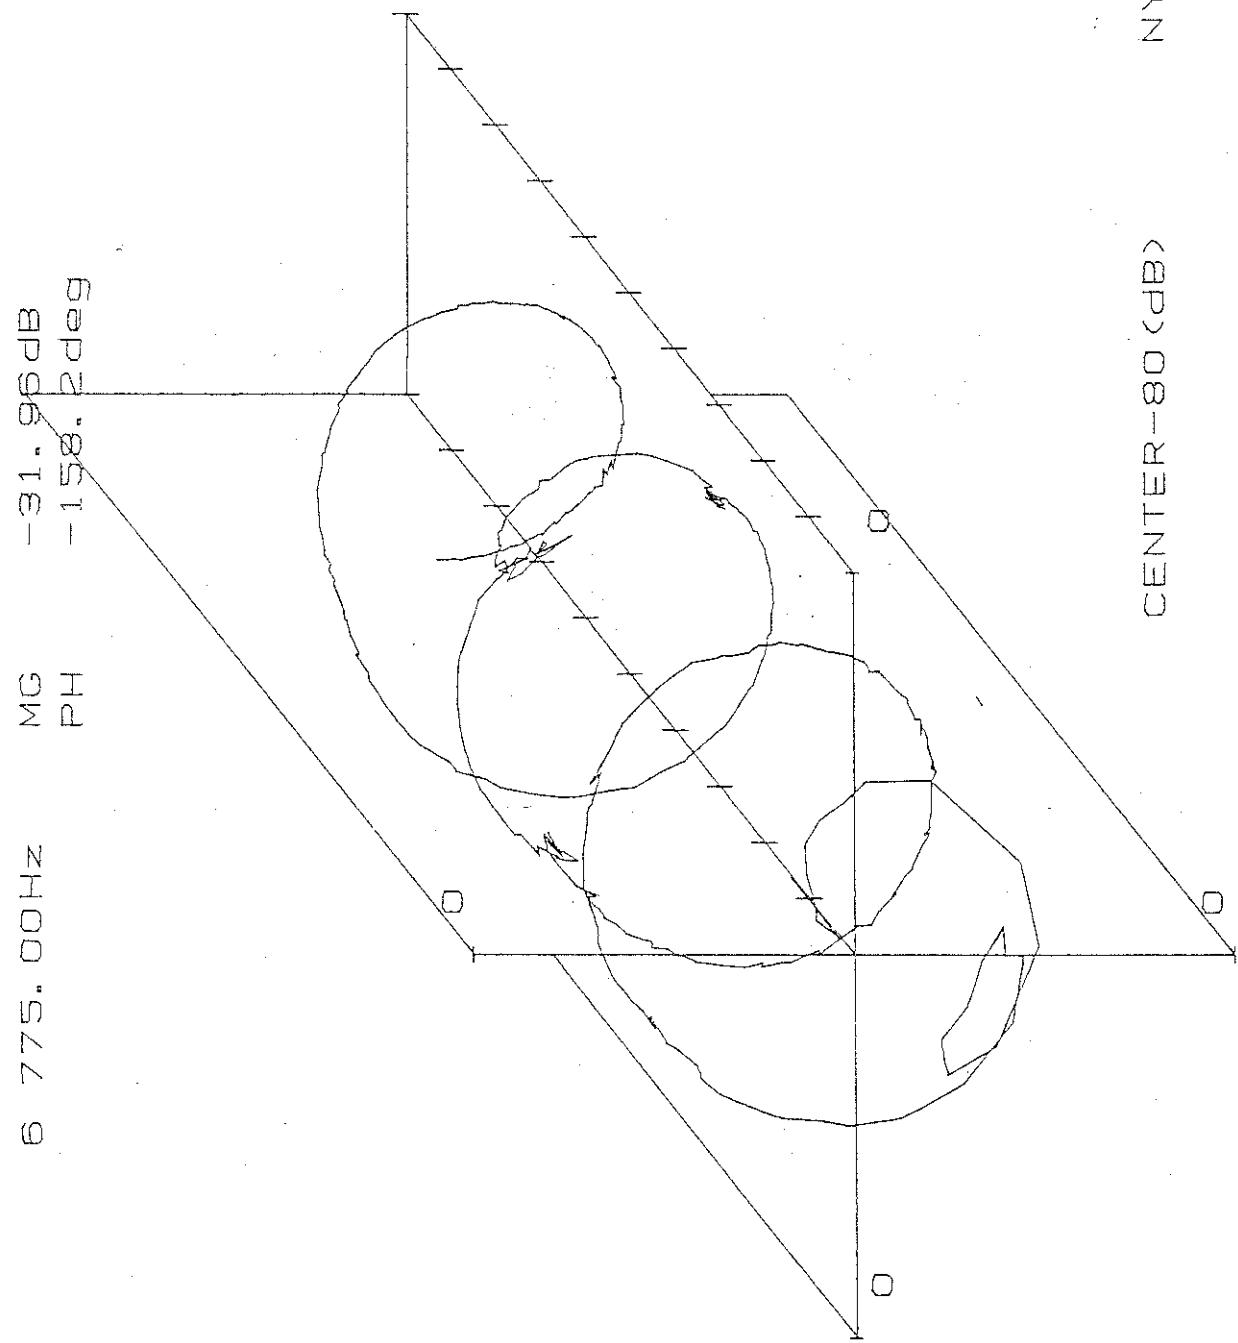

図 7-13 ナイキスト表示の 3 次元表示
通常の3次元表示は、波形の時間的変化を次々と表示していきますが、ナイキスト表示、オービット表示、ニコルス表示の3次元表示は、現在画面に表示されている波形のみを〔図7-11〕のように表示変換する機能です。すなわち、座標を〔図7-11〕の①、②、③……のように移動させてその座標平面におけるデータを次々と直線でつなないで表示していきます。〔図7-12〕にナイキスト表示、〔図7-13〕にその3次元表示したものと示します。